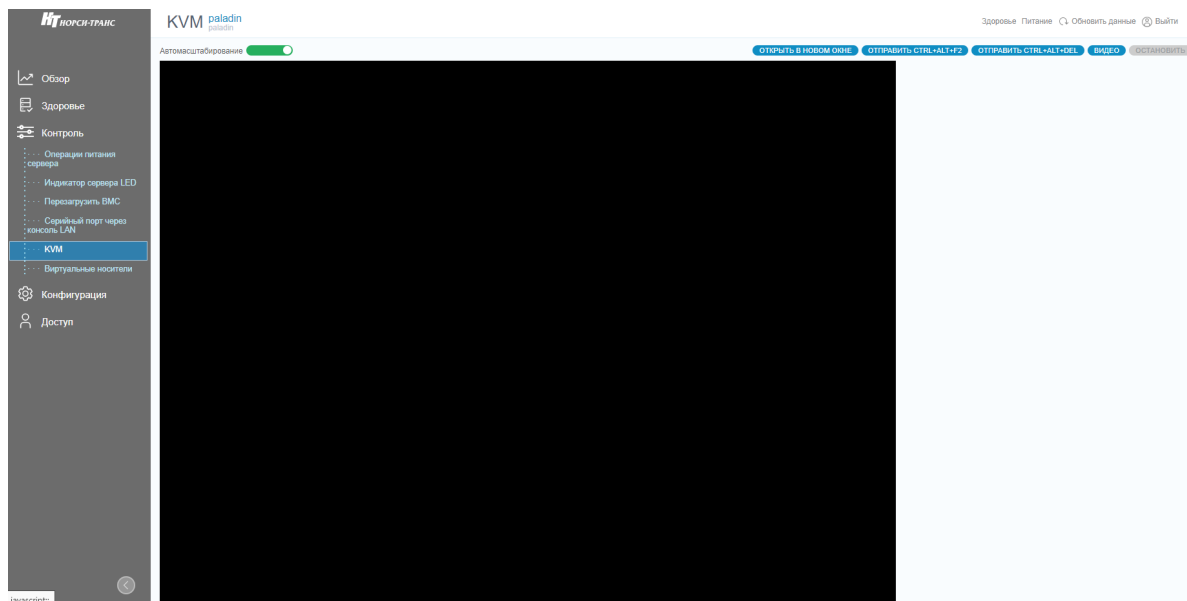

Рис. 93. Окно «KVM»
- 6) Пройдите во вкладку «Контроль» → «KVM» в данной вкладке осуществляется удаленное управление BIOS. Окно показано на рис. 93 Окно «KVM»